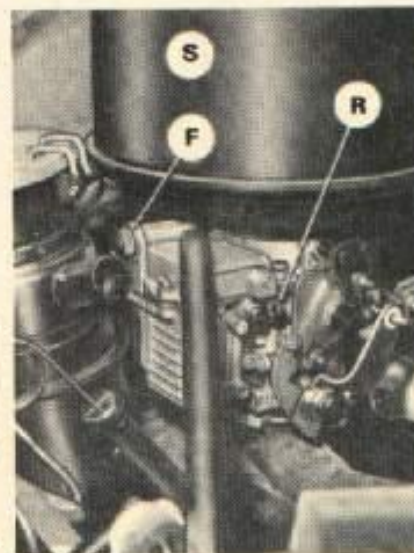

Fig. 14
La fig. 14 indica los lugares donde se debe intervenir para su limpieza.
a) A la entrada del carburador. Consiste en un cilindro de fina tela metálica. Es muy fácil su limpieza. Ver fig. 14 (F).